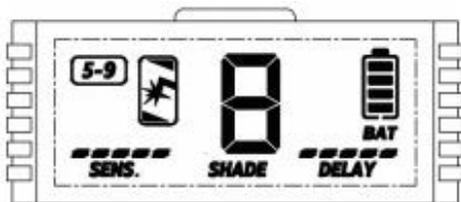

Рис. 7.2.1. Диапазон затемнения светофильтра 5-9 DIN.
1. Режим «Сварка»: светофильтр регулируется в диапазоне 5-9 DIN. Используется для сварки на низких значениях сварочного тока от 5 до 35 А или при недостаточном освещении рабочего места (См. рис. 7.2.1).